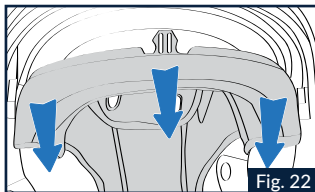

Fig. 22
3.2 Saisir la partie avant gauche de la coiffe et la tirer vers le haut pour enlever la languette de la coiffe du support fixé à la calotte interne en polystyrène (Fig. 22). Ensuite, répéter cette opération avec la languette avant centrale et avec la languette droite.
4.2 Introduire la languette avant centrale de la coiffe dans le logement correspondant, situé sur le support fixé sur la calotte interne en polystyrène. Pousser la languette vers le bas jusqu'à ce qu'elle s'accroche complètement (Fig 22).